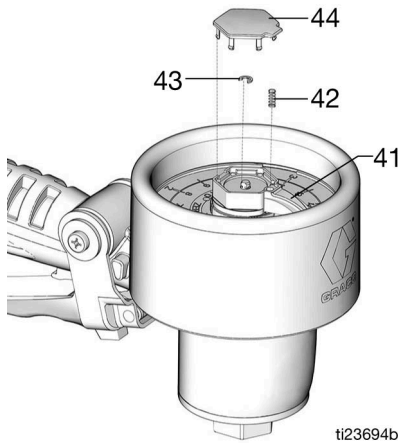

ABB. 25
6. Kleinen Haltering (43), Zeigerbügel (41) und Zeigerfeder (42) anbringen. Dann die Abdeckung (44) anbringen (ABB. 25).